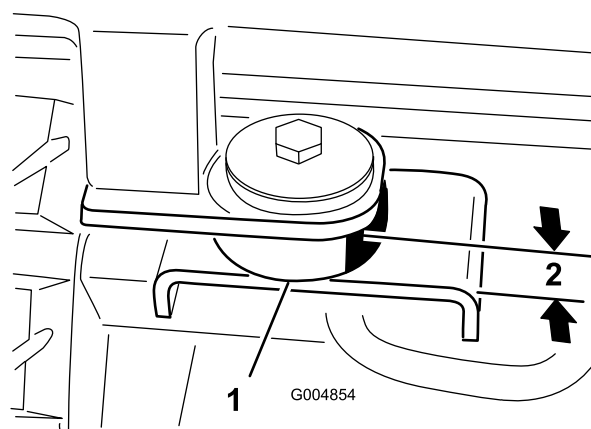

Figure 42
11. Sur les points de fixation arrière, fixez la machine avec un boulon (1/2 x 3 po.), une rondelle en acier (1/2 x 2-1/2 po.), une rondelle en caoutchouc (1/2 x 2-1/2 po.) et un écrou (1/2 po.) (Figure 42). Serrez les quatre boulons des supports de la cabine jusqu'à ce que les supports en caoutchouc soient comprimés à 2,2 cm (7/8 po.) d'épaisseur.